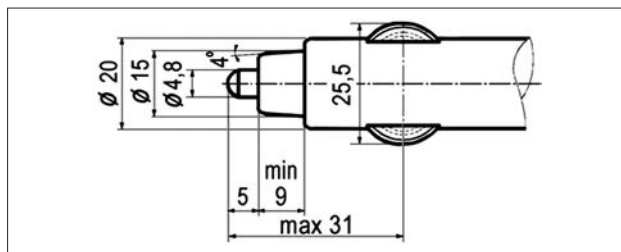

Рис. 18. Вилка для подключения
2. Если вилка (разъем) электрического прибора слишком свободно или слишком плотно размещается в розетке, это может привести к плохому контакту или заклиниванию вилки (разъема). Используйте электрические приборы только с вилками (разъемами), указанными на рис.18.